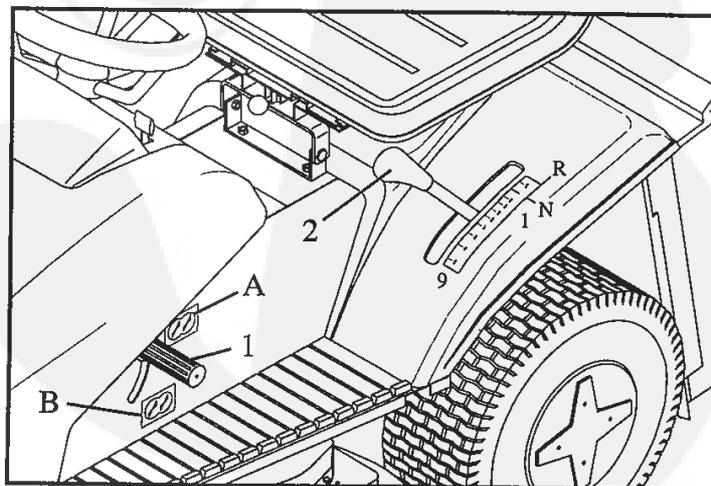
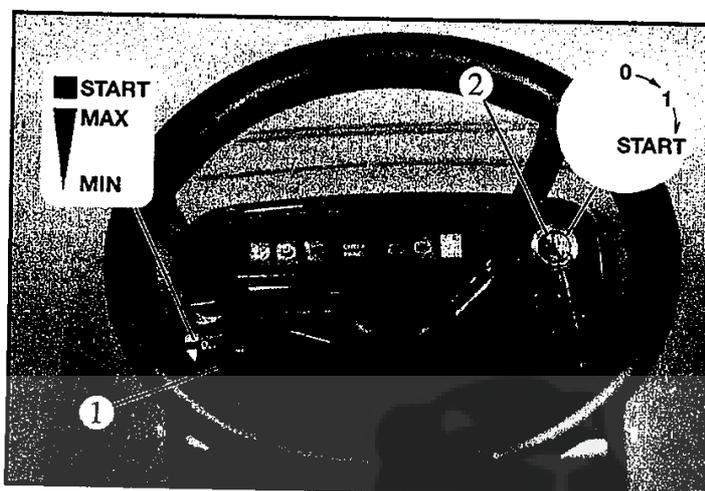

Fig. 11
Fig. 12
- Placer le levier d'avancement (2, fig. 11) à la position "B" et mettre le levier de vitesse à la position "N" (point mort). La cheville de segment (3, fig. 11) doit, après déblocage du levier d'avancement, s'engager à l'ouverture centrale du ressort de blocage (4, fig. 11)
- Placer le levier d'enclenchement et de déclenchement (1, fig. 11) dans la position "A" (déclenché).
- Placer le levier de gaz (1, fig. 12) dans la position "START":
- Engager la clé dans le commutateur d'éclairage et d'allumage (fig. 12), tourner le dans la position mise en circuit et ensuite dans la position start pour démarrer le moteur. Relâcher la dès qu'il a démarré.
Amenez le levier de gaz (1, fig. 12) en position près de "MIN". Appuyez à fond sur la pédale d'embrayage et sur celle de frein. Le pied appuyé sur la pédale, amenez le levier d'avancement (2, fig. 11) du point mort "N" dans une des positions de vitesse, faites votre choix de la 1^{ère} à la 9^{ème} pour la marche avant, ou dans la position "R" pour la marche arrière. Si, exceptionnellement, le levier d'avancement résiste, ctd. s'il est pas possible de le déplacer du point mort "N", relâchez la pédale pour quelques secondes, ensuite répétez le procédé ci-dessus la pédale étant enfoncée. Après avoir passé en vitesse choisie, relâchez la pédale d'embrayage et celle de frein de façon que le démarrage s'effectue sans interruption que le véhicule soit sous lo contrôle. On peut obtenir la vitesse demandée en utilisant le levier de gaz et celui d'avancement Grâce au système de variateur utilisé on peut déplacer le levier d'avancement dans les positions convenables au cours da la marche sans débrayage. La condition nécessaire pour le déplacement de levier d'avancement au point mort "N" ou dans la position "R" ou n sens inverse ce sont les pédales d'embrayage et de frein enfoncées.
- enclencher les lames par déplacement du levier (1, fig. 11) dans la position (B)
- Arrêtez les lames au moyen du levier (1, fig. 11).
Après la tonte désenclenchez les lames et levez le dispositif de fauchage au maximum (pos. 7). Arrêtez la tondeuse, enclenchez le frein de stationnement et coupez le contact en plaçant la clé du commutateur d'éclairage et d'allumage (1, fig. 12) dans la position "0".